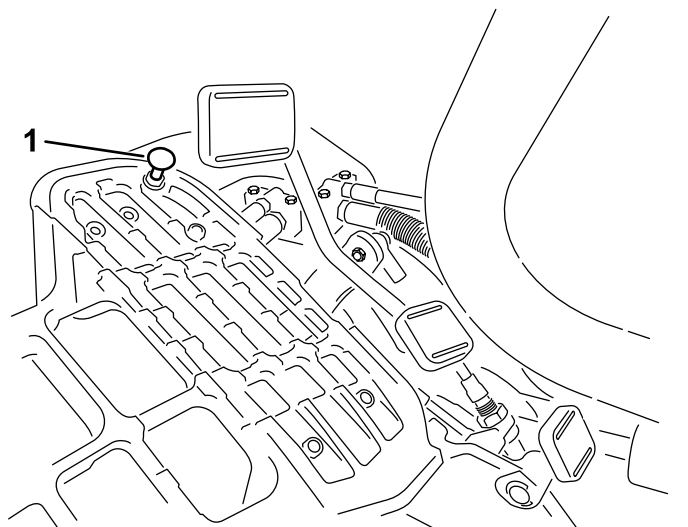

Figura 39
contact cu opritorul (Figura 39) înainte de a simți tensionare în cablu, efectuați următoarea procedură de reglare:
1. Deplasați maneta de control al funcționării în poziția TRANSPORT și slăbiți contrapiulița care fixează opritorul pedalei la placa de podea (Figura 39).